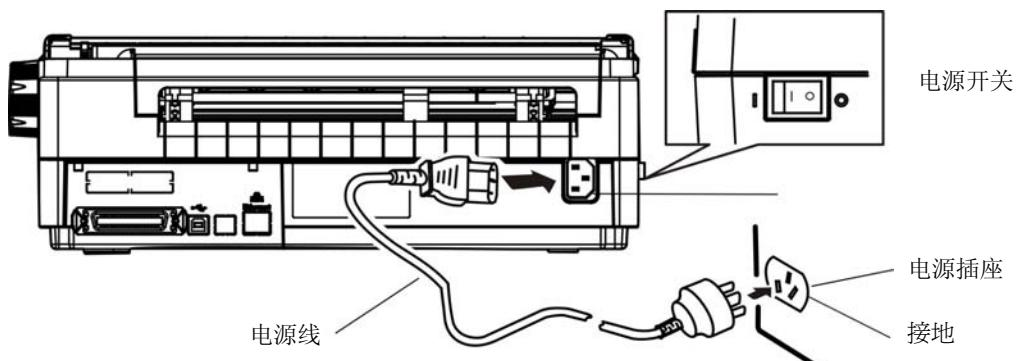

图 1-7 关闭打印机电源
3. 将电源线的一端插进打印机的电源接口（如图 1-7 所示）。